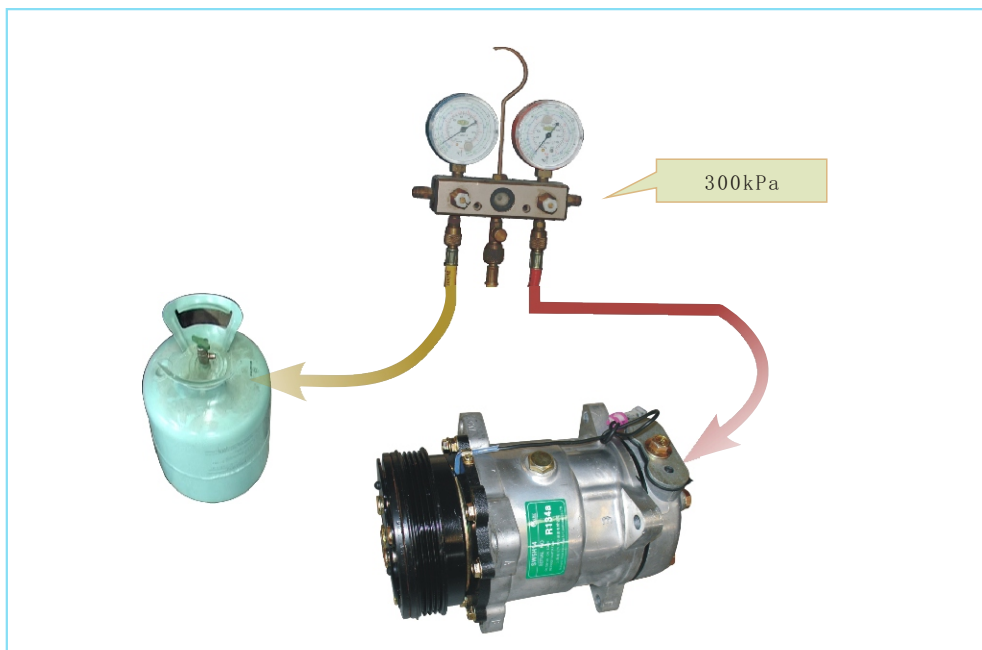

图8-24 压缩机检漏
⑤ 压缩机检漏及充入制冷剂。
- 确认压缩机无渗漏时，便可充入制冷剂。（如图8-24所示）